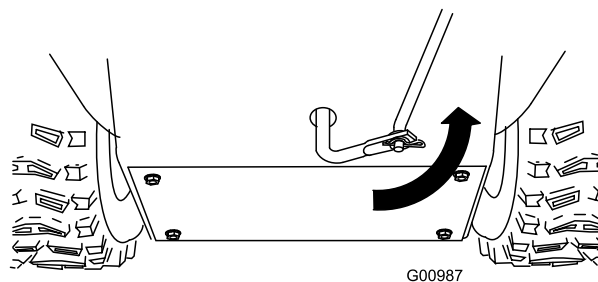

Figure 7
- Tournez le bras de liaison inférieur complètement vers le haut (sens anti-horaire) (Figure 7).